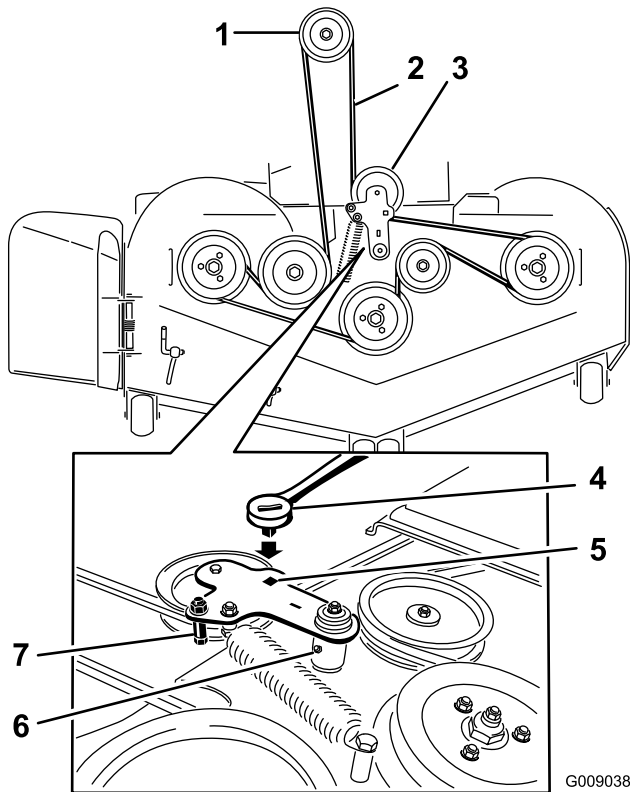

Bild 95
6. Heben Sie den Fahrzeugboden an und stecken Sie eine Ratsche in das rechteckige Loch in der Mähwerkspansscheibe (Bild 95).
7. Drehen Sie die Mähwerkspansscheibe nach rechts und entfernen Sie den Mähwerkriemen (Bild 95).